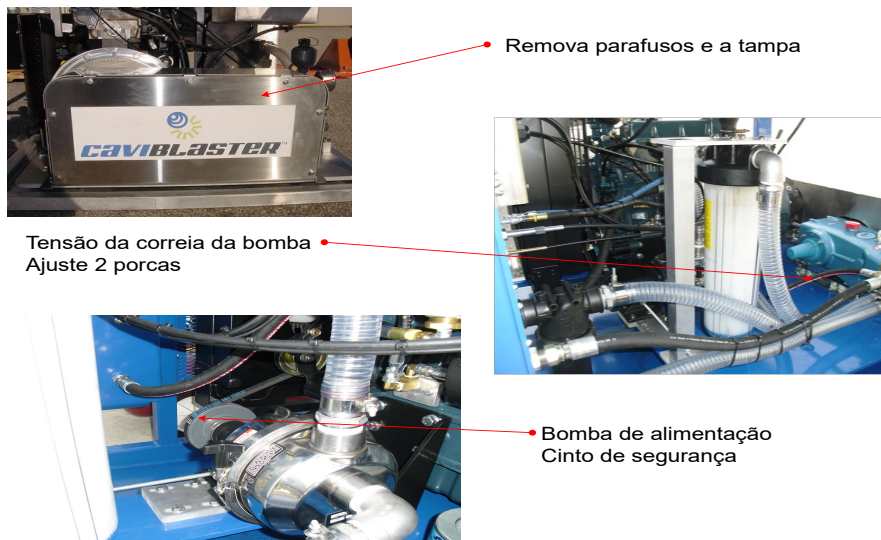

Figura 6.2 - Inspeção / Tensão da correia.
1. Remova a tampa da proteção da correia apoiada por 7 parafusos (consulte a Figura 6.2).
2. Se as correias precisarem de aperto, use a porca de aperto para ajustar (consulte a Figura 6.2).